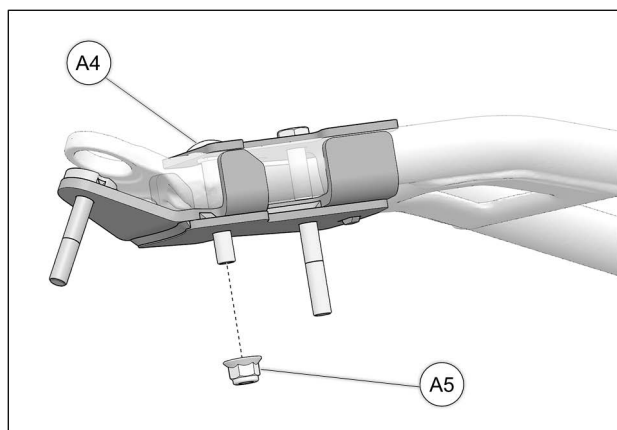

Fig. 16
7. Fixer le boulon M10x65 mm (A4) avec un écrou (A5) fourni. Serrer l'assemblage à un couple de 50 Nm [37 lb•pi]. Voir la Fig. 16